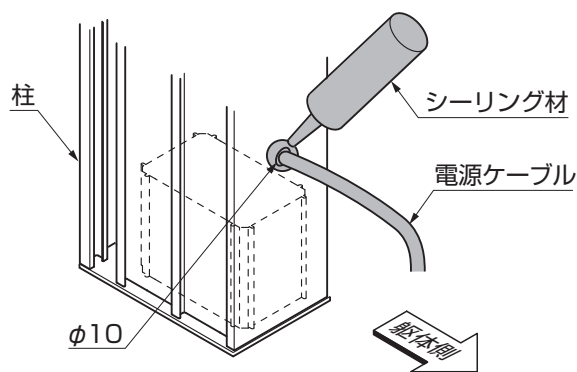

図8-20
- LED照明 **オプション** を下部から配線する場合は、電源ケーブルを通す柱の柱固定ベースを避ける位置にφ10の穴をあけ、電源ケーブルを通してください。(図8-20参照)